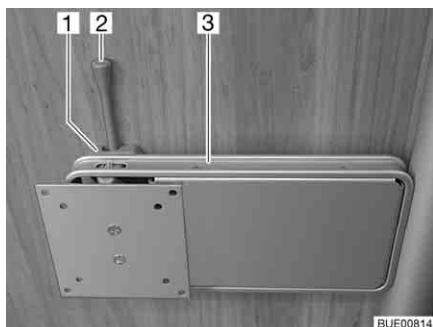
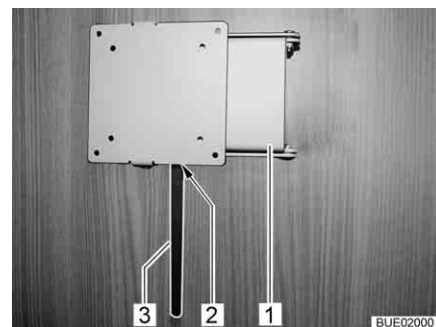

Bild 52 Fäste på pelare
Bild 53 Fäste på pelare (alternativ)
- Tryck låsspaken (Bild 52,2 resp. Bild 53,3) åt sidan och sväng fästet (Bild 52,3 resp. Bild 53,1) med den platta bildskärmen till önskat läge.
- Vrid tillbaka den platta bildskärmen tills fästet (Bild 52,3 resp. Bild 53,1) hakar fast i låset (Bild 52,1 resp. Bild 53,2).